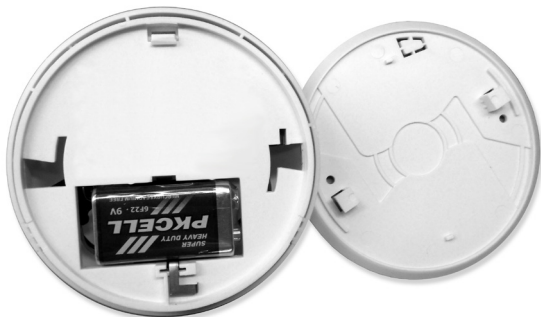

Bild 1
1. Entfernen Sie die Montageplatte (Bild 1). Montageplatte festhalten und den CO-Detektor gegen den Uhrzeigersinn drehen.